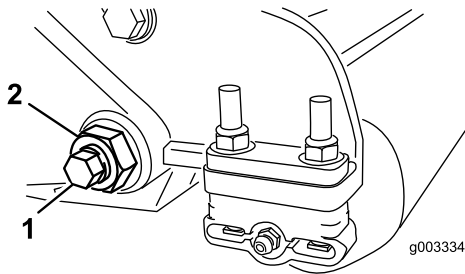
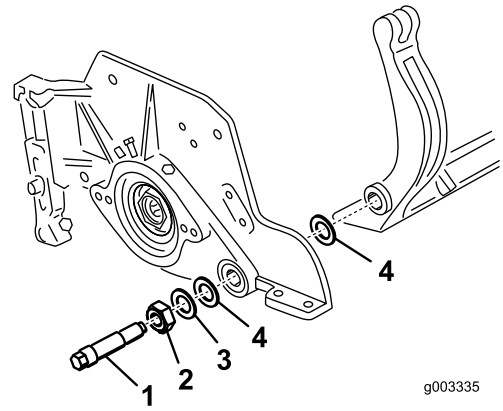

图33
图34
3. 在机器的两侧，松开固定底刀架螺栓（图33）的锁紧螺母。
4. 拆下两个底刀架螺栓，向下拉动底刀架并从机器螺栓（图33）上拆下来。取下底刀架（图34）两端的 2 个尼龙垫圈和 1 个冲压钢垫圈。
4. 在两个尼龙垫圈的外侧各放一个钢垫圈（图34）。